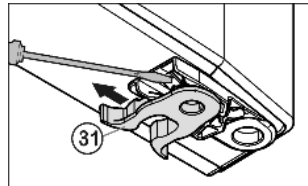

Fig. 6
- ▶ Federklemme *Fig. 6 (31)* umsetzen: Rastnase runterdrücken, Federklemme darüber hinweg abziehen.